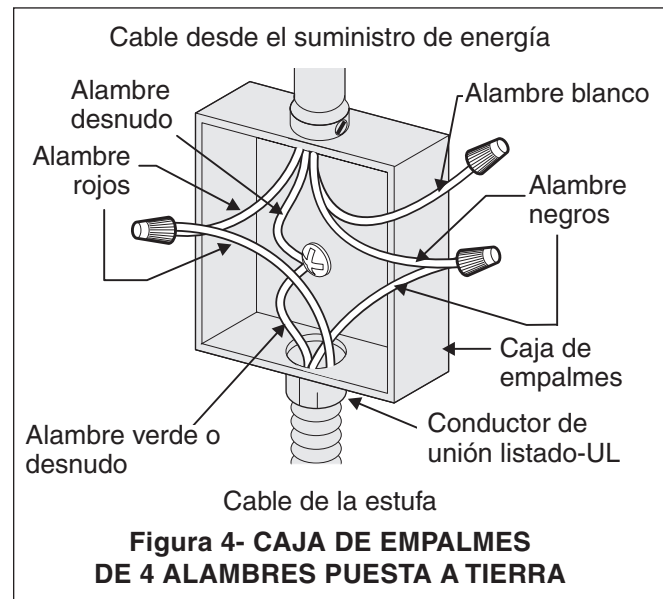

**Figura 3 - CAJA DE EMPALMES DE 3 ALAMBRES PUESTA A TIERRA**
Donde los códigos locales permitan conectar el conductor de puesta a tierra del electrodoméstico al neutral (blanco) (ver figura 3):
2. En el interruptor automático, caja de fusibles o caja de juntas: conectar el aparato y los cables residenciales como se muestra en la figura 3.